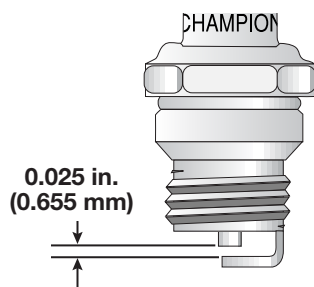

Fig. 56
3. Remplacez toute bougie fendillée, encrassée ou sale. Réglez l'écartement à 0,655 mm (0,025 po) à l'aide d'une jauge d'épaisseur (Fig. 56).